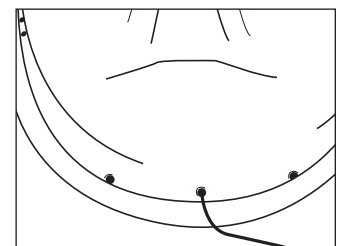

Figure 24
5. Faites passer le fil de l'ensemble des piles par le trou central (figure 24).